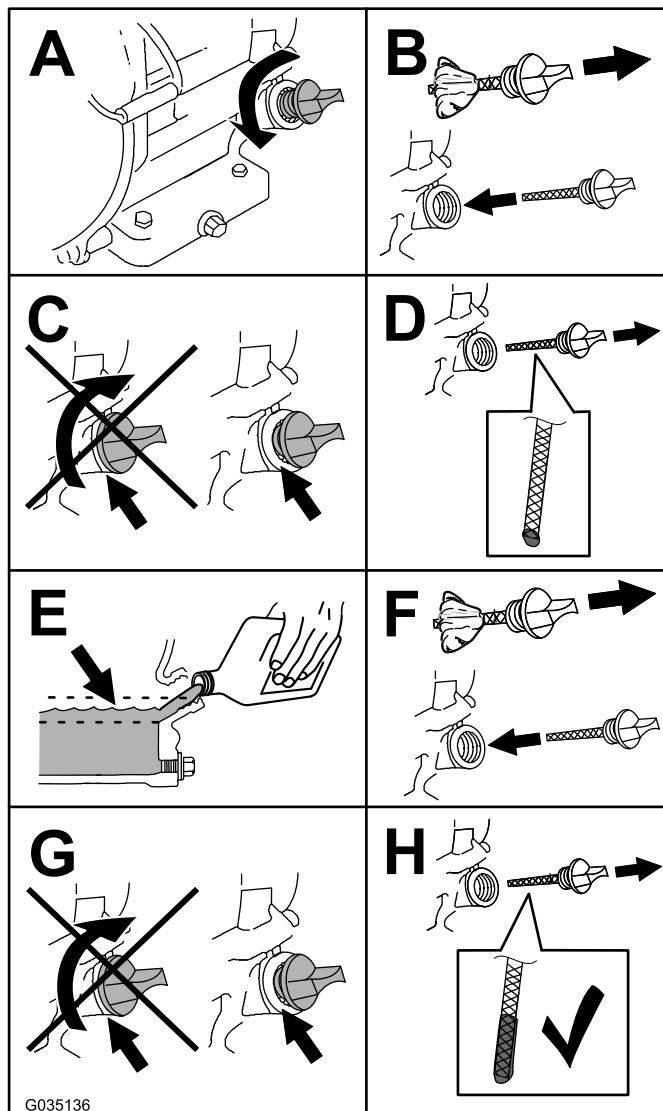

Figure 33
4. Contrôlez le niveau d'huile comme montré à la Figure 33.